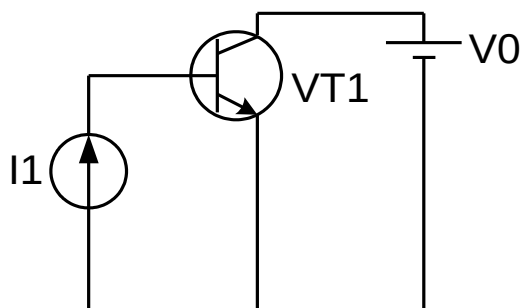

Рис. 2.1. Схема для получения ВАХ БТ
1.1. Постройте схему, изображенную на рис. 2.1.
Тип транзистора выберите в соответствии с табл. 2.2, источник напряжения $U = 10$ В, источник тока $I = 1$ мА (полярность источников для транзисторов типа p–n–p измените на противоположную по отношению к рис. 2.1). Запустив DC Analysis, получите и зафиксируйте входные ($I_B = f(U_{БЭ})|_{U_{КЭ} = \text{const}}$) характеристики биполярного транзистора. Для этого в окне DC Analysis Limits укажите изменяемые переменные I1 (Linear от 0 до 20 мА с шагом 0.01 мА и U1(Linear) от 5 до 15 В с шагом 5. Зафикси-